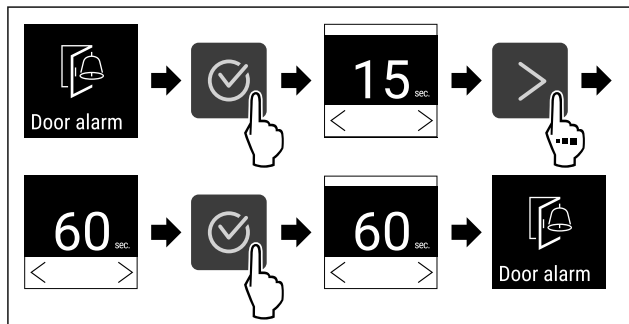

Fig. 88
- ▶ Genomför handlingsstegen (se Fig. 88).